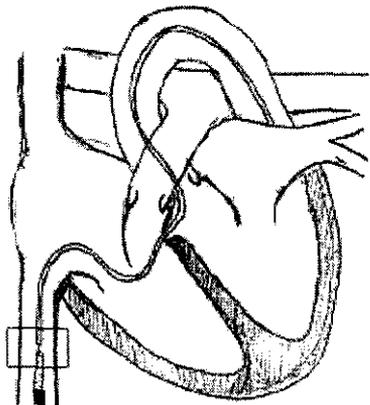

Fig. 07: técnica de "kissing"
- (Fig. 07) Por la vena femoral derecha, avance un introductor largo 6 F o 7 F con dilatador por el hilo guía hasta que el dilatador se encuentra con el catéter JR o IM en la vena cava inferior (técnica de "kissing"). Apriete el bucle arteriovenoso tirando del hilo guía por ambos lados y apretándolo con una grapa en el cono del catéter arterial y del introductor largo.